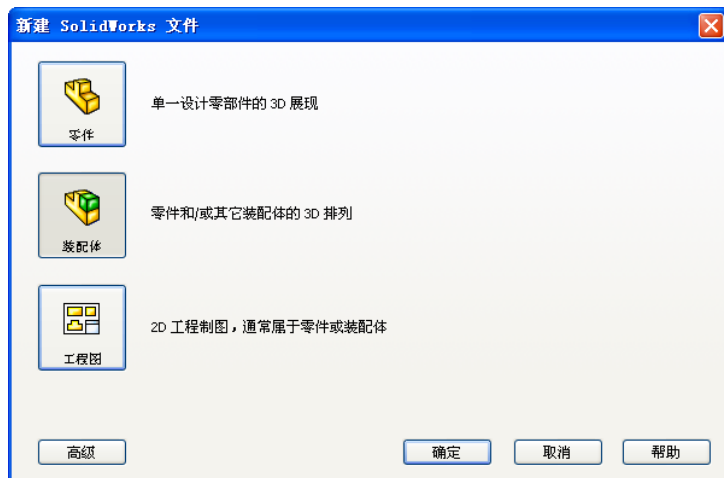
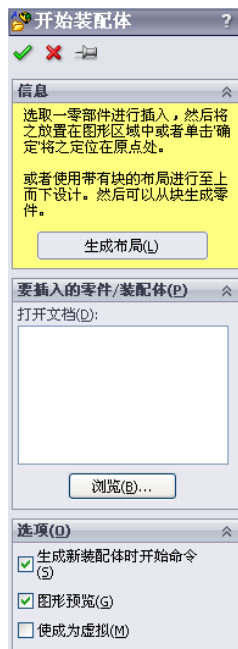

图 11-62 “新建 SolidWorks 文件”对话框
图 11-63 “开始装配体”属性管理器
(1) 启动 SolidWorks2012, 单击“标准”工具栏中的 (新建) 按钮, 或执行“文件”→“新建”菜单命令, 在弹出的“新建 SolidWorks 文件”对话框中选择 (装配体) 按钮, 如图 11-62 所示。然后单击“确定”按钮, 创建一个新的装配文件。系统弹出“开始装配体”属性管理器, 如图 11-63 所示。